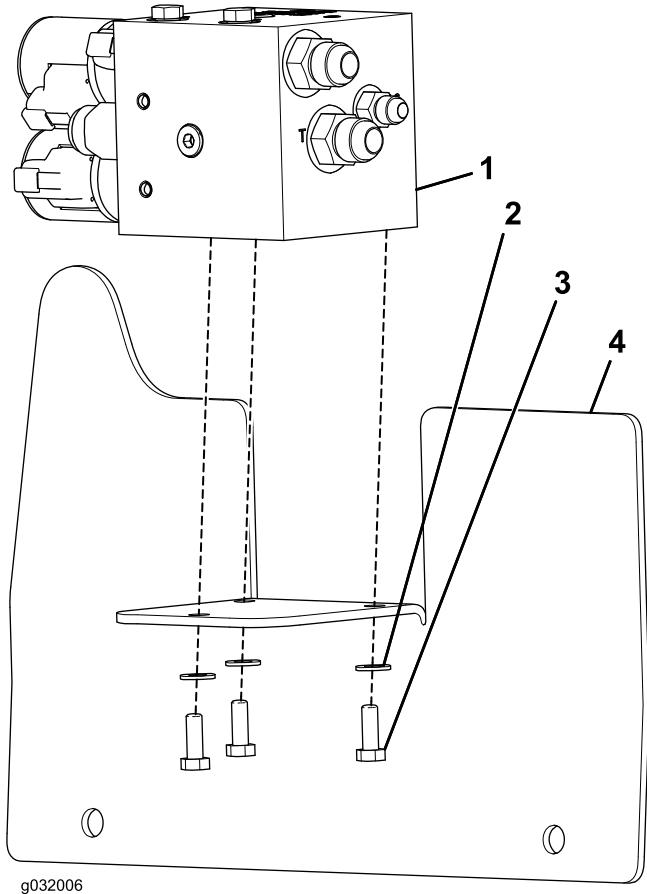

Figura 2
- Junta tórica grande (2)
- Acoplamiento recto grande (2)
- Instale la válvula de solenoide con los acoplamientos en la placa de montaje de la válvula con 3 pernos de cabeza hexagonal y 3 arandelas planas (Figura 2).